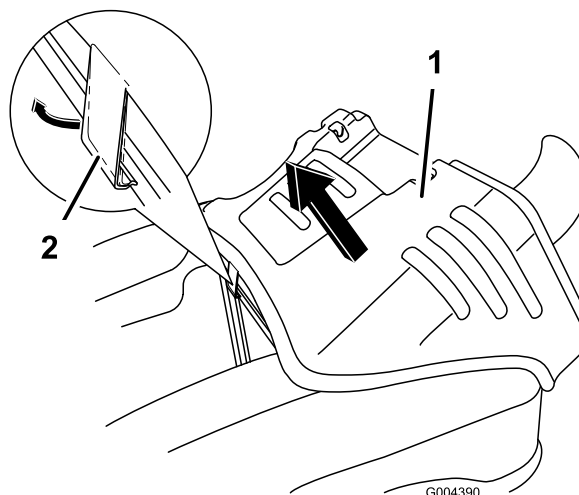

Figura 25
6. Afferrate le parti anteriore e posteriore del cofano del motore. Premete la parte anteriore del cofano per rilasciare il fermaglio anteriore, e togliete il cofano del motore sollevandolo dal telaio (Figura 25).